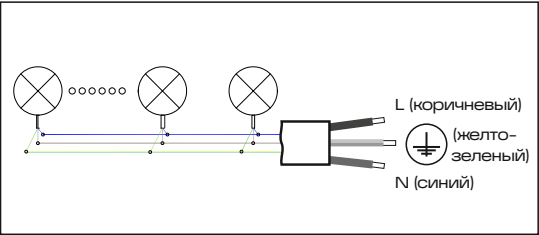

Рис. 4
- 5.14 Для выполнения электрических подключений обратитесь к схеме на рис. 4. В линию допускается подключать одновременно не более 25 шт. приборов.